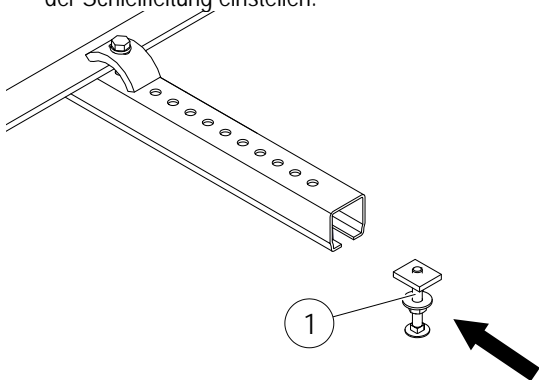

Abb. 110: Schlossschraube (Pos. 1) vormontieren
- Schlossschraube (Pos. 1) an der Haltekonstruktion vormontieren (siehe Abb. 110). Die Schlossschraube (Pos. 1) noch nicht an der Haltekonstruktion fest anschrauben, sodass sie für die nächsten Montageschritte drehbar bleibt. Die Höhe zum Isolierprofil der Schleifleitung einstellen.